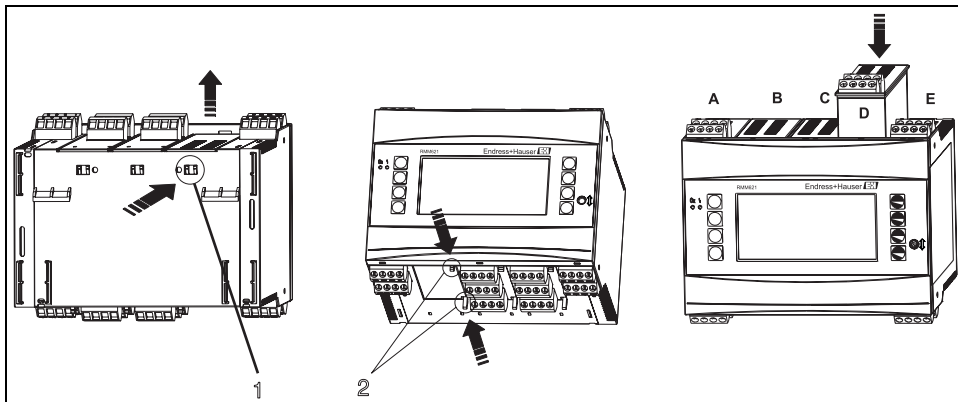

Fig. 4: Inbouw van een uitbreidingskaart (voorbeeld)
U kunt het instrument met verschillende uitbreidingskaarten uitrusten. Hiervoor staan maximaal drie steekplaatsen in het instrument ter beschikking. De steekplaatsen voor de uitbreidingskaarten zijn op het instrument met B, C en D (→ Fig. 4) gemarkeerd.
2. Verwijder de blindplaat uit de betreffende steekplaats (B, C of D) van het basisinstrument, door de borglippen aan de onderzijde van het instrument samen te drukken (z. Fig. 4, pos. 2), en tegelijkertijd de borglip op de achterzijde van de behuizing (bijv. met een schroevendraaier) naar binnen te drukken (z. Fig. 4, pos. 1) en de blindafdekking naar boven toe uit het basisinstrument te trekken.
3. Plaats de uitbreidingskaart van boven af in het basisinstrument. Pas wanneer de borglippen aan de onder- en de achterzijde van het instrument borgen (z. Fig. 4, pos. 1 en 2), is de uitbreidingskaart correct ingebouwd. Let erop, dat de ingangsklemmen van de uitbreidingskaart boven liggen en dat de aansluitklemmen net zoals bij het basisapparaat naar voren wijzen.